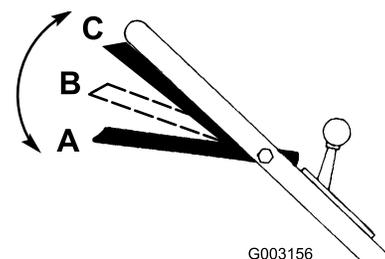

Bild 15
- Der Schaltbügel sollte sich in der A-Stellung befinden (Bild 15).
- Schieben Sie den Schaltbügel nach rechts und heben Sie ihn auf die B-Stellung an, um das Messer einzukuppeln (Bild 15).
- Drücken Sie den Schaltbügel gegen den Griff in die C-Stellung, um den Antrieb einzukuppeln (Bild 15).